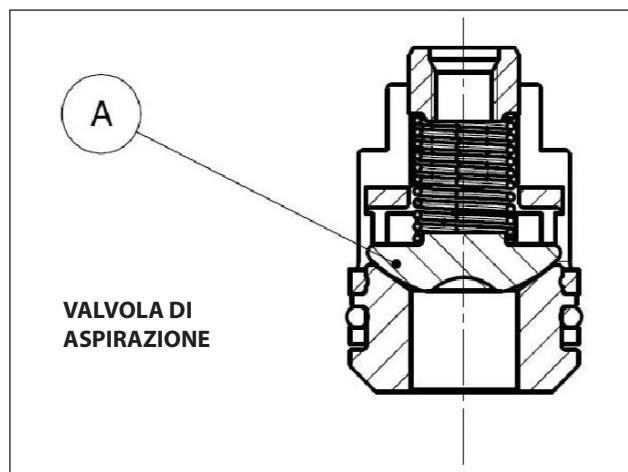
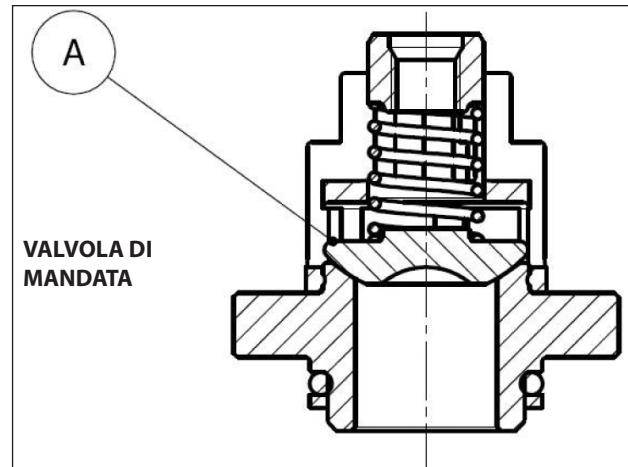

Fig. 26
Fig. 27
- 2. Per versione HF18 inoltre fare attenzione a non invertire anche le valvole sferiche di aspirazione con quella di mandata "A" (Fig. 26, Fig. 27), pos. esploso 46 come indicato nel capitolo 16 del *Manuale uso e manutenzione*.**